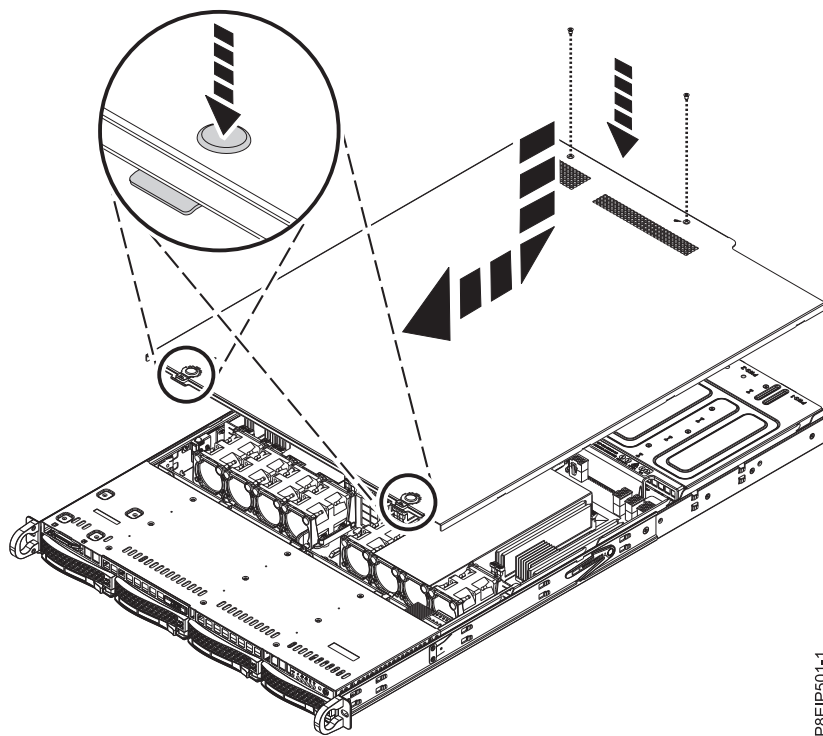

図 83. カバーの再取り付けと固定
2. カバーを所定の位置に収まるまで前方にスライドさせます (図 83 を参照)。